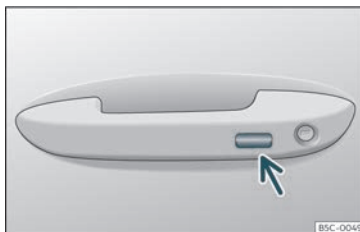

Fig. 88 Manípulo da porta: superfície sensora.
- **OU** através do sistema Keyless Access* (apenas fecho): Mantenha um dedo durante alguns segundos sobre a superfície sensora de bloqueio >>> **Fig. 88** (seta) do manípulo da porta para fechar as janelas e o teto*. Se deixar de tocar na superfície sensora, interrompe a função de fecho.
- Mantenha um dedo durante alguns segundos sobre a superfície sensora de bloqueio >>> Fig. 88 (seta) do manípulo da porta para fechar o teto. Se deixar de tocar na superfície sensora, interrompe a função de fecho.